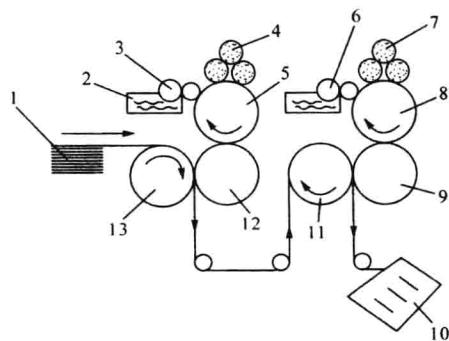

图 1-1 平版印刷示意图
(1) 平版印刷 印版的图文部分和非图文部分几乎处于同一平面的印刷方式。平版印刷是利用油、水不相溶的自然规律，平印版上图文部分和非图文部分几乎处于同一平面，通过化学处理使图文部分具有亲油性，空白部分具有亲水性。如图1-1所示，印刷时，先用润湿液润湿印版的非图文部分，使其形成有一定厚度的均匀抗拒油墨浸润的水膜；然后再用油墨润湿印版的图文部分，使其形成有一定厚度的均匀墨膜；在印刷压力的作用下，印版将图文油墨先压印到橡皮滚筒上，然后经橡皮滚筒将图文油墨转印到承印物上。